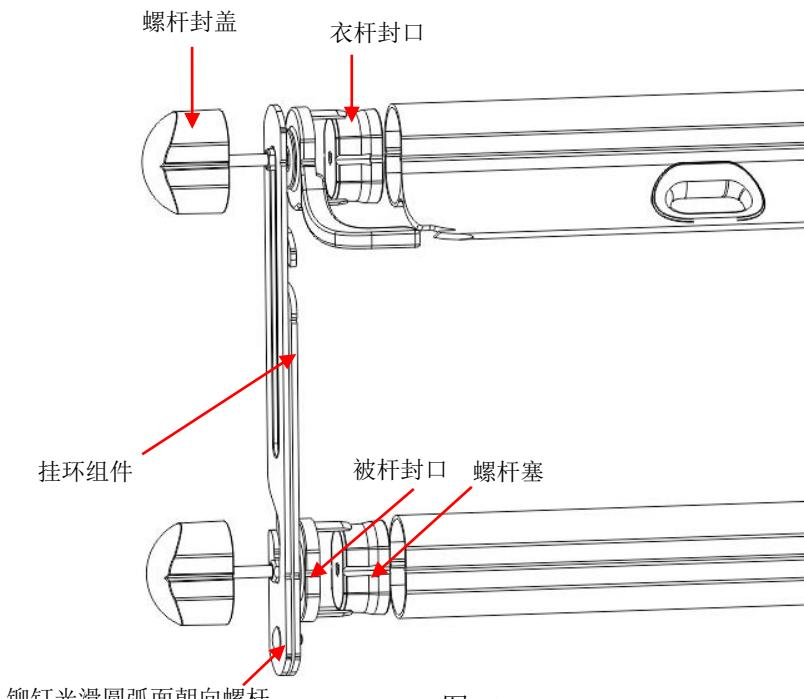

图 10
- a. 按照图 10 所示将衣杆与被杆组装好，注意挂环组件中铆钉光滑圆弧面一侧朝向螺杆封盖；